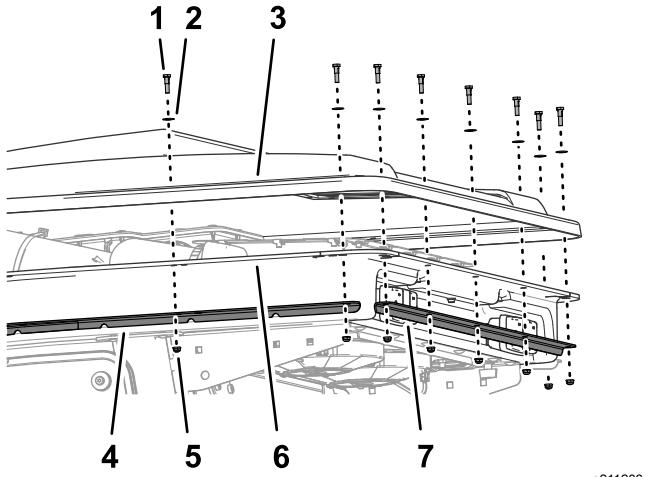

Figure 45
- Alignez les trous du rebord du toit et les trous du pavillon intérieur (Figure 45).
- Fixez le bord du toit au bord du pavillon intérieur (Figure 45) avec les 22 boulons à épaulement, les 22 rondelles (5/16 x 5/8 po) et les 22 contre-écrous à embase (1/4 po) que vous avez retirés à l'opération 3 de Dépose du toit de la cabine \(page 11\).